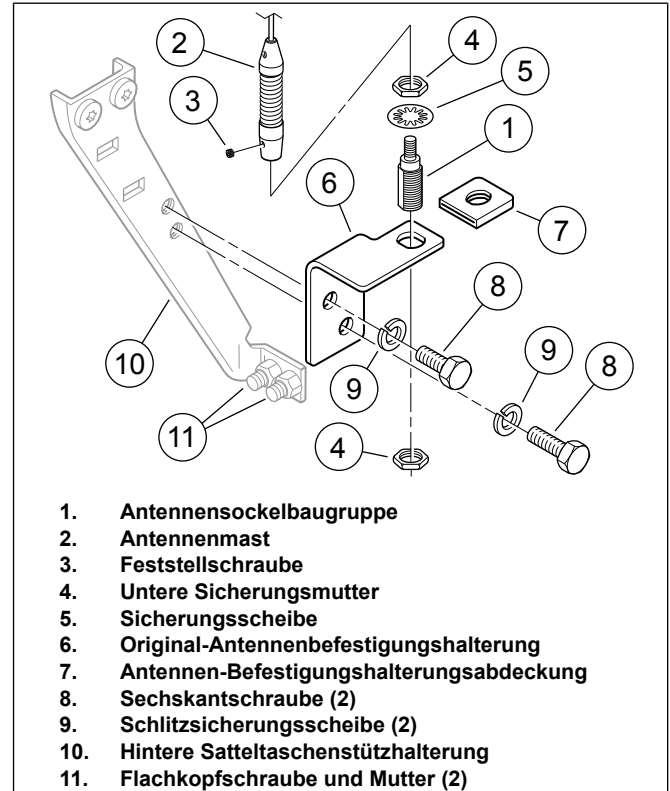

Abbildung 1. Original-Antennenbefestigung
2. Siehe Abbildung 1. Das Antennenkabel von der Antennensockelbaugruppe (1) abklemmen.